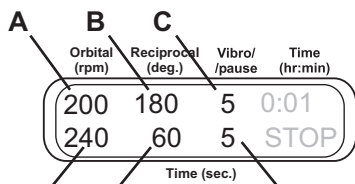

Рис. 6
- 5.8.2. Орбитальное движение + Возвратно-поступательное движение + Вибродвижение (рис. 6 и 7).** Установите скорость вращения платформы (А) (20–250 об/мин) и время вращения (D) (1–250 с), затем - угол поворота (В) (1–360°) и время возвратно-поступательного движения (Е) (1–250 с). Выполняется с той же скоростью, как орбитальное движение. Для вибродвижения – угол поворота (С) (1–5°) и время (F) (1–5 с).